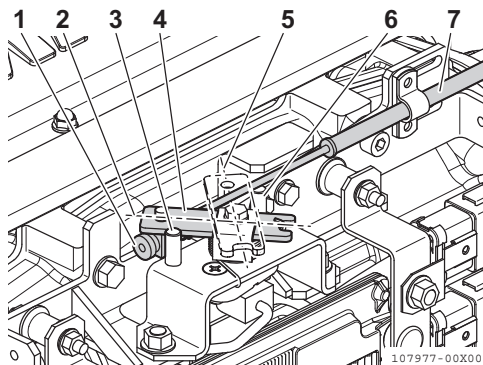

Figura 4
- Para ajustar, afloje el tornillo de ajuste (**Figura 4, (1)**) para el cable de control remoto del lado del motor, y ajuste.
- Ajuste primero la posición de parada de baja velocidad (**Figura 4, (2)**) y luego ajuste la posición de parada de alta velocidad (**Figura 4, (5)**) con el tornillo de ajuste de la palanca del control remoto (**Figura 4, (4)**).